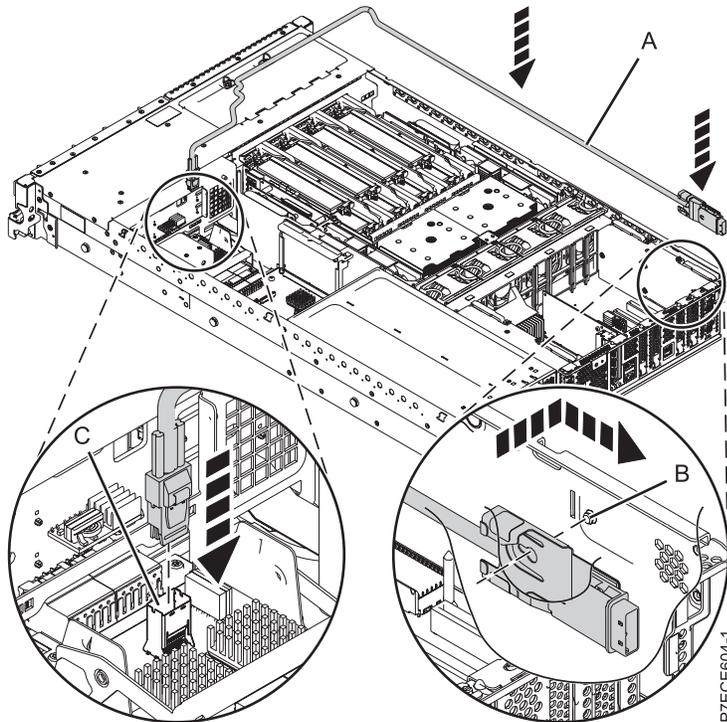

Abbildung 25. SAS-Kabel wieder anbringen
3. Schließen Sie den Mini-SAS-Anschluss des SAS-Kabels an den internen SAS-Anschluss (C) am Speicherinterposer an, sodass er einrastet. Siehe Abb. 25 auf Seite 45.
4. Führen Sie das Kabel (A) vor dem Gehäuse der Speicherriserkarte am Kanal in der Seitenwand entlang, damit sich der SAS-Anschluss in der Nähe der Öffnung an der Rückseite des Chassis befindet.
5. Richten Sie die Nut in der Halterung des SAS-Anschlusses (B) so aus, dass sie sich direkt über dem Führungsstift im Chassis befindet. Schieben Sie dann den SAS-Anschluss in die Öffnung an der Rückseite des Chassis, bis die Lasche an der Halterung einrastet.